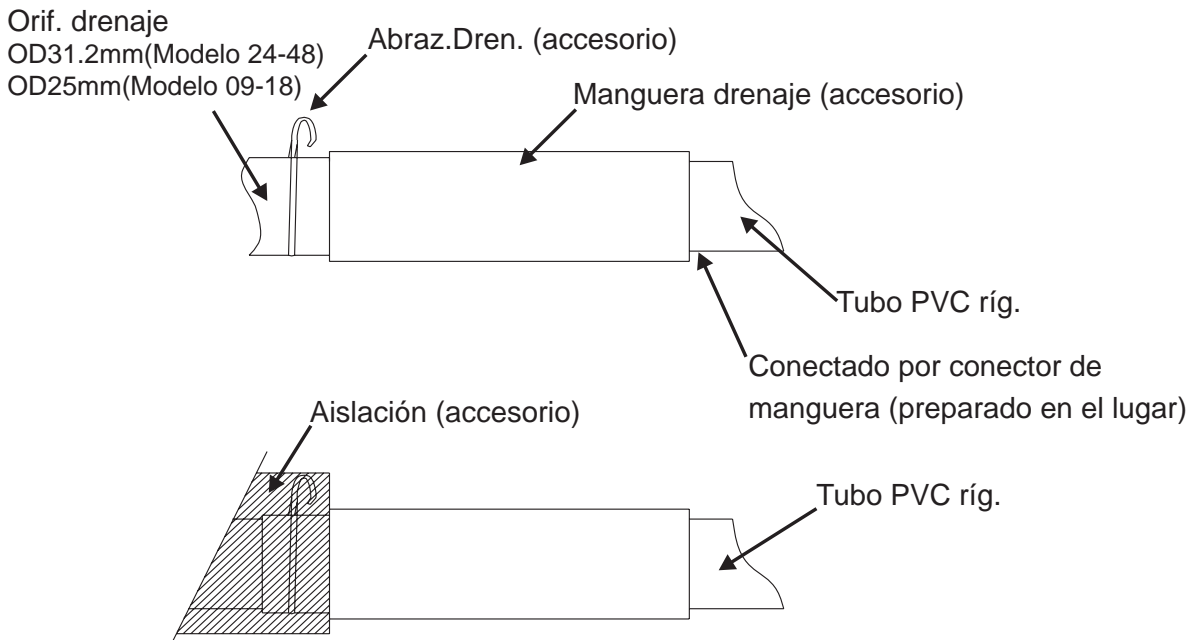

Fig.12
3. Inserte la manguera de drenaje hasta conectar correctamente a la abertura de drenaje, y luego fíjela firmemente con la abrazadera (preparado en el lugar).(Fig. 12).
4. Después de verificar el drenaje, envuelva la manguera con la aislación y abrazaderas (preparado en el lugar). (Fig.12)